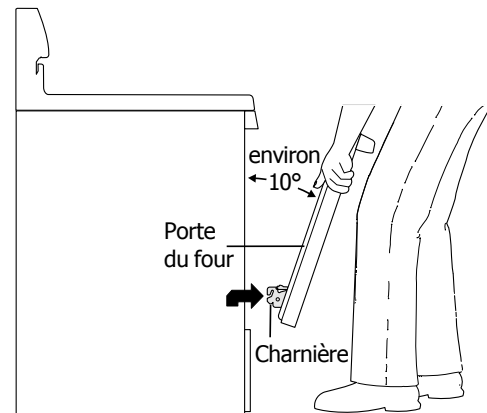
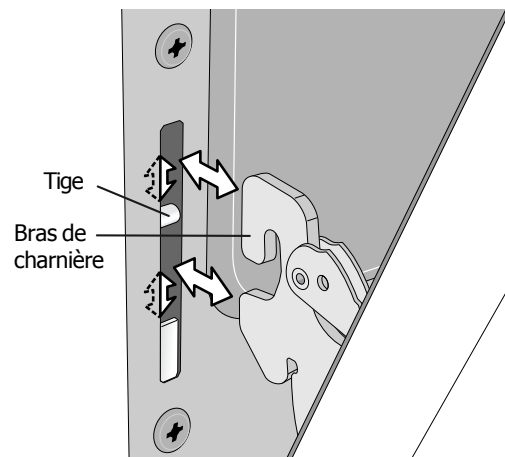

Fig. 3
Fig. 4
5. En maintenant la porte en position pour la cuisson au gril (fig. 3), soulevez les bras des charnières sur les tiges situées de chaque côté du cadre du four (fig. 4). Pour ne pas endommager le fini du four, assurez-vous que les charnières de la porte ne viennent pas en contact avec le cadre avant du four.
2. En tenant la porte dans le même angle qu'elle a été déposée (fig. 3), posez le crochet du bras de charnière sur les tiges situées de chaque côté du cadre de la porte (fig. 4). Le crochet des bras de charnière doit être bien assis sur les tiges.